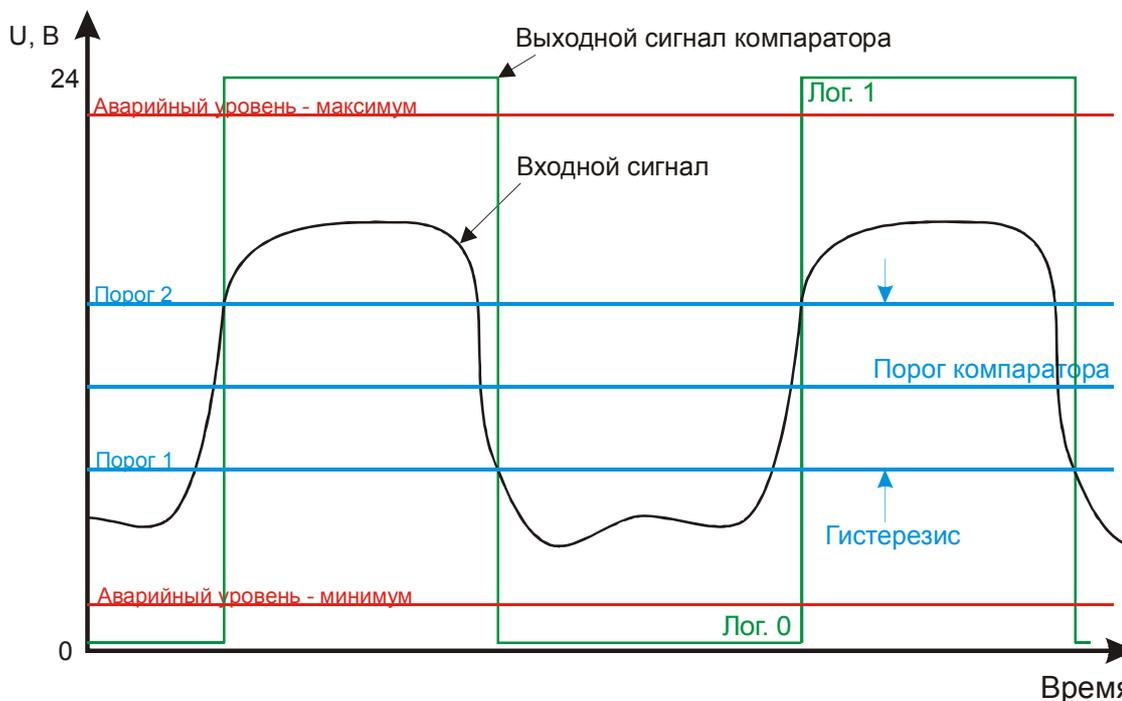

Рисунок 57 - Диаграмма импульсов на входе и выходе компаратора
- установить гистерезис с тем расчётом, чтобы уровень входного сигнала гарантированно пересекал значения порогов «Порог 1» и «Порог 2» (см. рисунок 57);